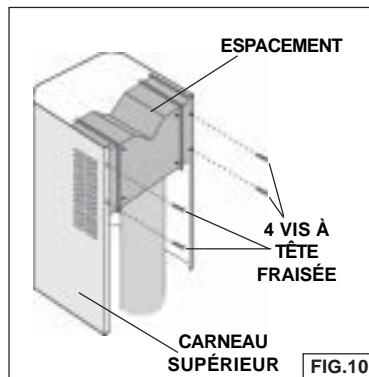

FIG.10
10. Fixez l'espacement de recirculation au carneau supérieur au moyen de quatre (4) vis à tête fraisée. (fig. 10).